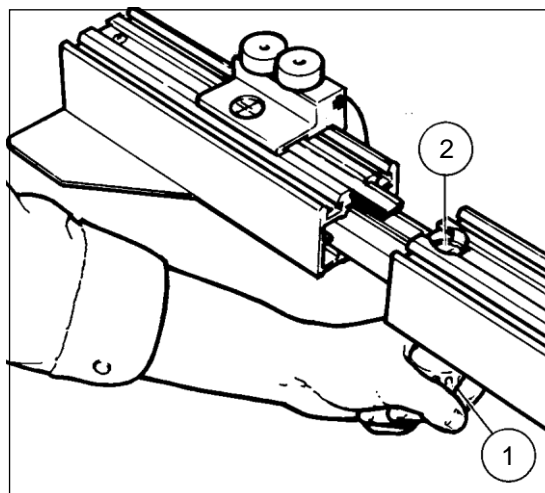

Fig.24
Om de aanslagbalk uit te schuiven moet de snelspanner (fig.24,1) losgedraaid worden, en het uiteinde naar achter getrokken worden. Men kan de maten dan op het vergrootglas (2) aflezen.